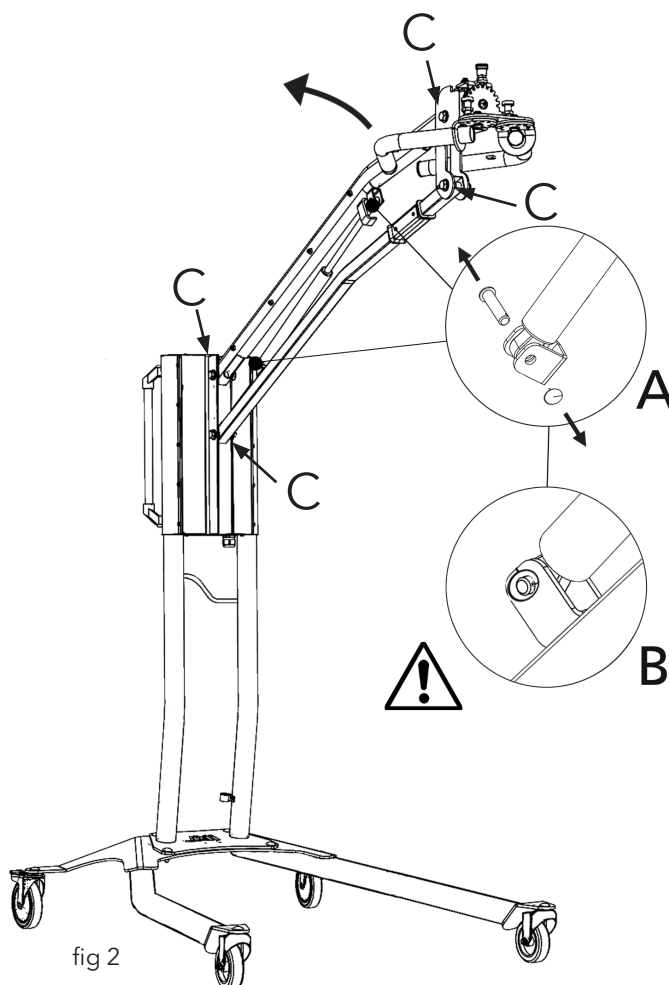

fig 2
2. Sistemare il braccio parallelo nella posizione più dritta possibile. (fig 2)
4. Rimuovere gli anelli di bloccaggio e i due perni. Spostare la molla a gas leggermente in su/avanti e quindi rimuoverla. (fig 2)